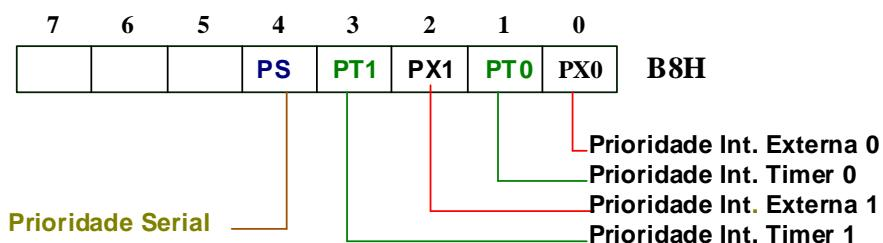

Figura 18 – Registrador *Interrupt Priority* (IP). Deve-se colocar o flip-flop em ‘1’ para aumentar o nível de prioridade da fonte de interrupção correspondente.
Contudo, a ordem de prioridade de atendimento das interrupções apresentadas na Tabela 10 pode ser inadequada em um dado projeto. O registrador *Interrupt Priority* (IP) apresentado na Figura 18 permite alterar a prioridade *default* de atendimento das interrupções (todas elas possuem nível de prioridade 0 quando o 8051 é resetado). Ao setar um dos flip-flops, a interrupção correspondente passa a ter maior prioridade de atendimento (nível de prioridade 1). Se neste registrador, dois flip-flops são setados, as interrupções correspondentes tem maior prioridade (nível de prioridade 1) que as de